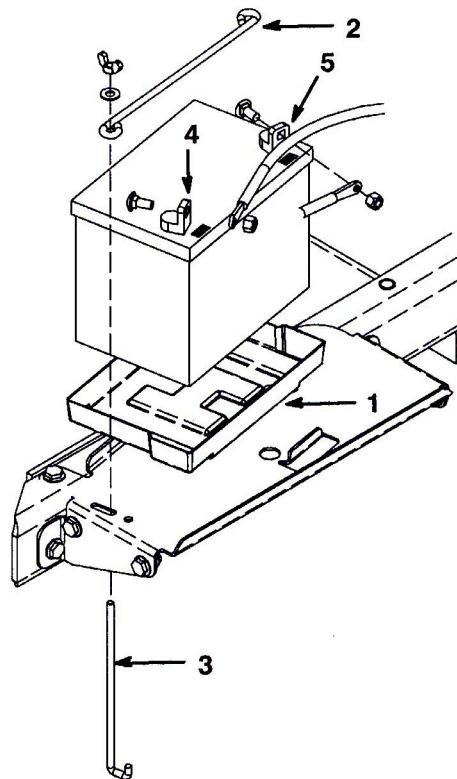

図5
8. バッテリー・ボックスのトレーにバッテリーを載せる(図5)。この時、端子が車体の外側へ向くようにする。
9. 横棒(2本)、縦棒(2本)、平ワッシャ、と蝶ネジ(2個)でバッテリーを固定する(図5)。
10. プラス(赤)ケーブルをプラス(+)端子に、ボルトと蝶ナットで固定する。次に、マイナス(黒)ケーブルをマイナス(-)端子に接続し、ボルトと蝶ナットで固定する(図5)。ショート防止のために(+)端子にゴムキャップをかぶせる。